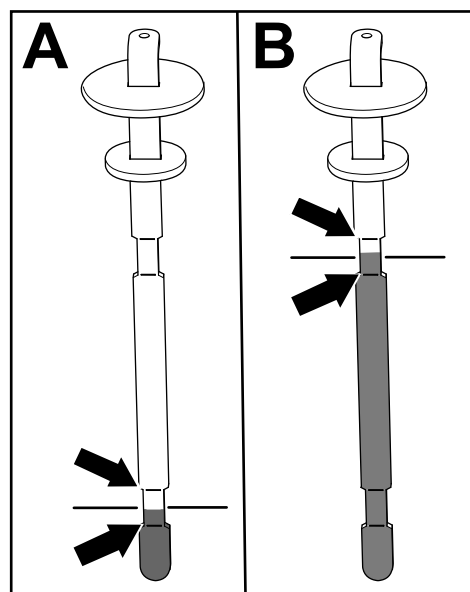

Figura 84
5. Îndepărtați joja și verificați nivelul uleiului (Figura 84).
- Dacă mașina este echipată cu o unitate de tăiere: nivelul uleiului hidraulic este corespunzător atunci când uleiul apare între cele 2 marcaje de la partea inferioară a joiei (A din Figura 84). De asemenea, este acceptabil ca nivelul uleiului să fie peste marcajele de la partea inferioară.
- Dacă mașina este echipată cu un set furtun pentru dispozitivul de atașare acționat hidraulic: nivelul uleiului hidraulic este corespunzător atunci când uleiul apare între cele 2 marcaje de la partea superioară a joiei (B din Figura 84).